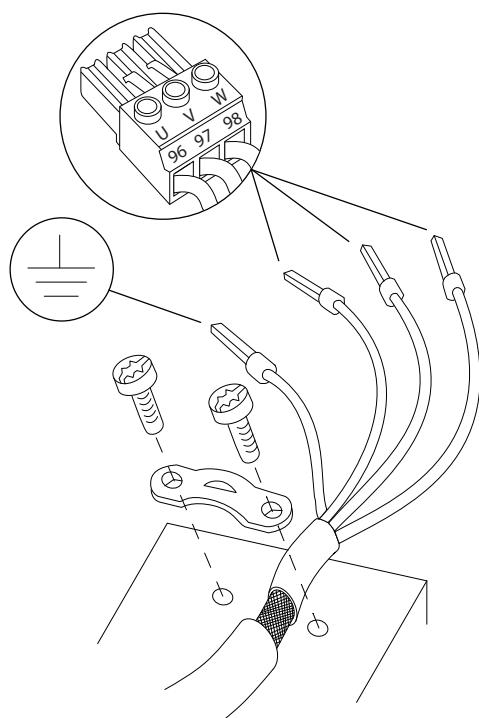

图 4.5 电机连接
- 按照章 4.3 接地 中提供的接地说明将接地线连接到最近的接地端，请参阅图 4.5。
- 将三相电机线路连接到端子 96 (U)、97 (V) 和 98 (W) 上，如图 4.5 所示。